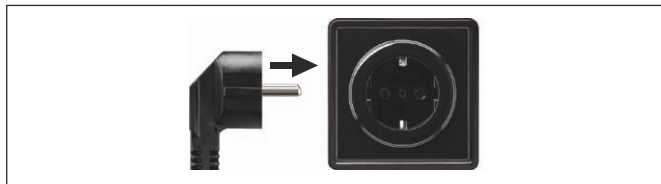

Fig.4: Anschluss Netzstecker
*Ist kein LötKolben angeschlossen oder der LötKolben defekt, ertönt bei eingeschalteter Lötstation ein Warnton und im Display wird „ERROR“ - Fehler - blinkend angezeigt. Siehe auch Abb. 4.*
1. Schalten Sie die Lötstation mittels des EIN/AUS-Schalters (2) ein.
2. Drücken Sie die °C/°F-Auswahltaste (9) um die Temperatureinheit von °C auf °F oder umgekehrt einzustellen.
3. Stellen Sie die gewünschte Löttemperatur mit Hilfe der Temperatur-Vorwahltasten „200 °C“, „300 °C“ und „400 °C“ (10) und der „UP“ und „DOWN“-Tasten ein.
*Z.B. 300 °C: Nach drücken der Taste „300 °C“ erscheint im Display die gewählte Temperatur „SET 300°C“. Der obere Wert rechts neben „Temp“ steigt in Richtung 300 °C. Es erscheint auf der rechten Seite des Displays „HEAT ON“ - Aufheizen aktiv - und „WAIT“ - Warten -. Siehe Abb. 4. Dies erlischt, wenn die 300 °C erreicht sind und der Aufheizvorgang beendet wurde. Die Anzeige „WAIT“ erscheint immer dann im Display, wenn die Temperatur des LötKolbens um mehr als 10 °C / 50 °F steigt oder absinkt und die Lötstation die Temperatur wieder auf den eingestellten Wert nachregelt. Das Schwanken von ca. 10 °C / 50 °F um den eingestellten Temperaturwert ist normal.*